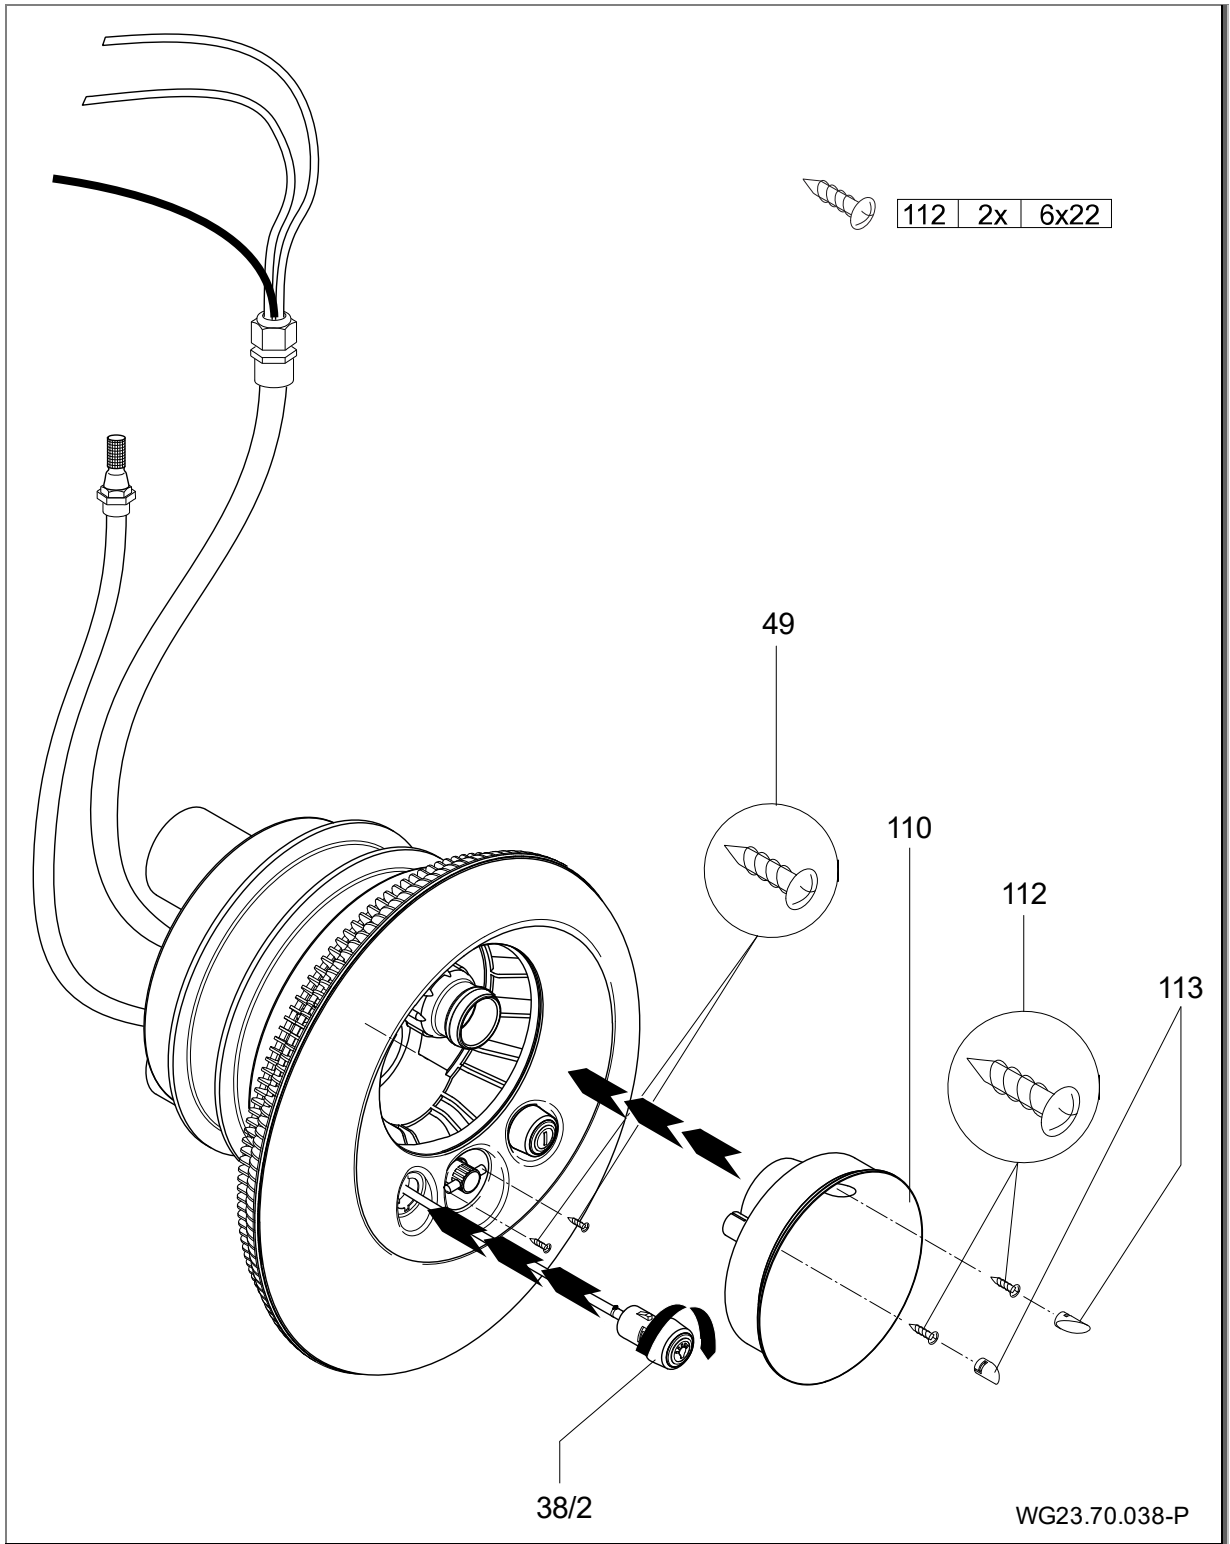

Abb. 20
8. Edelstahlblende (93) am Ansauggehäuse (107) ansetzen und mit den beiden Schrauben (49) am Düsengehäuse befestigen. Beide Pneumatiktaster durch die Blende in das Düsengehäuse stecken und durch Drehen im Uhrzeigersinn verriegeln. (Abb. 20)
9. Durch das Befestigen der Lichtabdeckung (110) wird die Edelstahlblende (93) zusätzlich fixiert. Dazu die Lichtabdeckung (110) über die Kugeldüse (54) in das Düsengehäuse (102.1) stecken und mit den beiden Schrauben (112) befestigen. (Abb. 20)